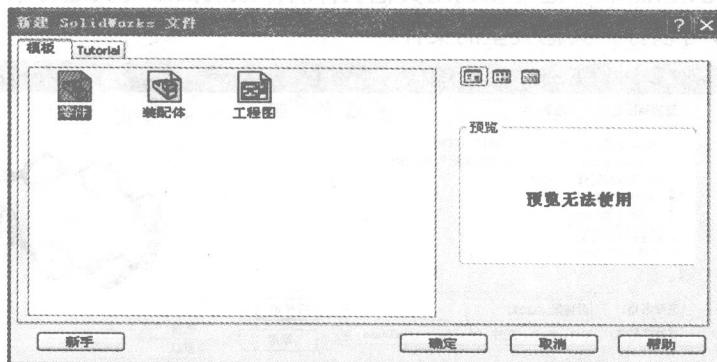
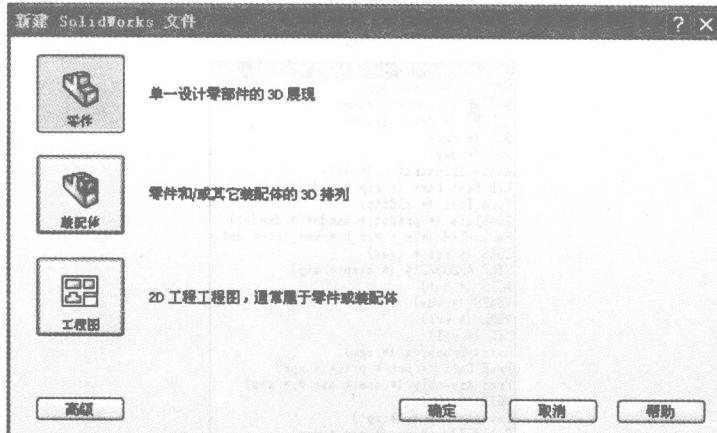

图 1-3 “新建 SolidWorks 文件”对话框
图 1-4 新手版本“新建 SolidWorks 文件”对话框
(1) 执行命令。在菜单栏中选择“文件”→“新建”命令，或者单击“标准”工具栏中的“新建”图标按钮□，执行新建文件命令。
(2) 选择文件类型。此时系统弹出如图 1-3 所示的“新建 SolidWorks 文件”对话框。在该对话框中有 3 个图标，分别是零件、装配体及工程图图标。单击对话框中需要创建文件类型的图标，然后单击“确定”按钮，就可以建立相应类型的文件。
高级版本在各个标签上显示模板图标的对话框，当选择某一文件类型时，模板预览出现在预览框中。在该版本中，用户可以保存模板添加自己的标签，也可以选择 tutorial 标签来访问指导教程模板，如图 1-3 所示。
单击图 1-3 中的“新手”按钮就会进入新手版本显示模式，如图 1-4 所示。该版本中使用较简单的对话框，提供零件、装配体和工程图文档的说明。